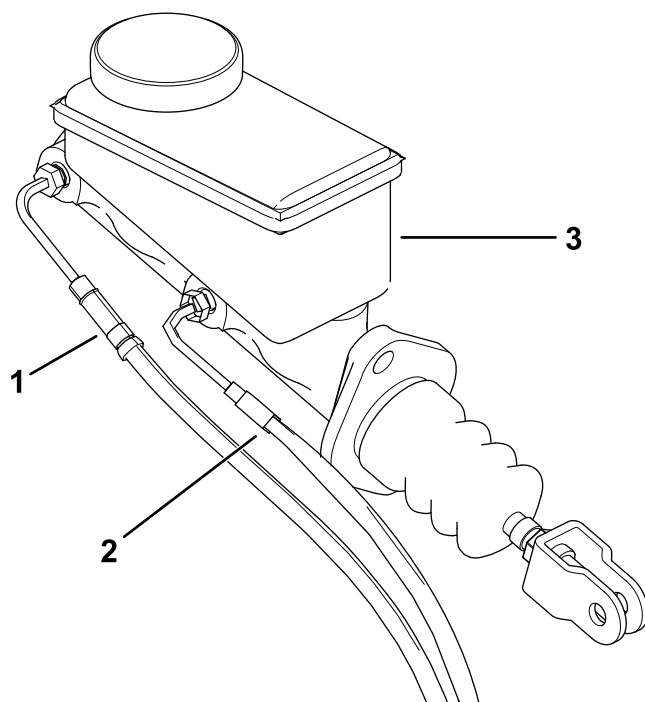

Figura 5
5. Retire los tubos del freno delantero y trasero del cilindro maestro (Figura 5).
3. Instale los tubos del freno delantero y trasero hacia el cilindro maestro (Figura 5).